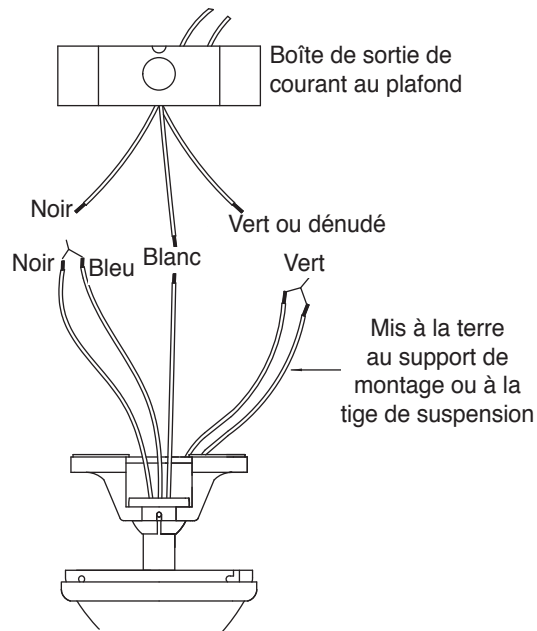

Fig. 11
**Étape 1.** Connectez le fil d'alimentation (noir) du ventilateur et le fil d'alimentation (bleu) du luminaire au fil noir d'alimentation de la maison, comme illustré dans la Fig. 11.